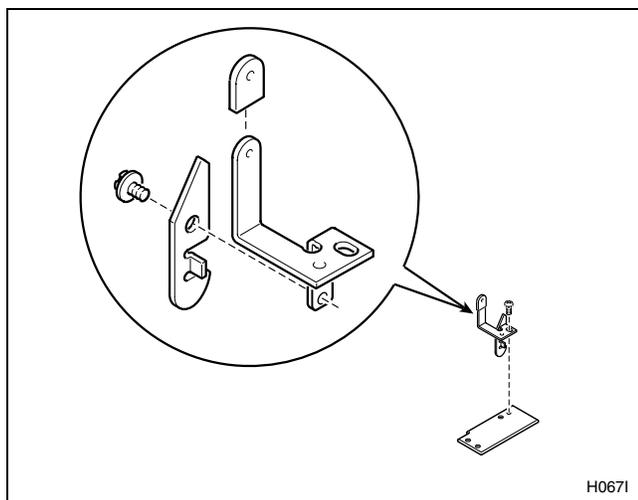

Figura 2
**NOTA:** Para ejecutar los pasos 2 al 4 consulte la *Figura 2*.